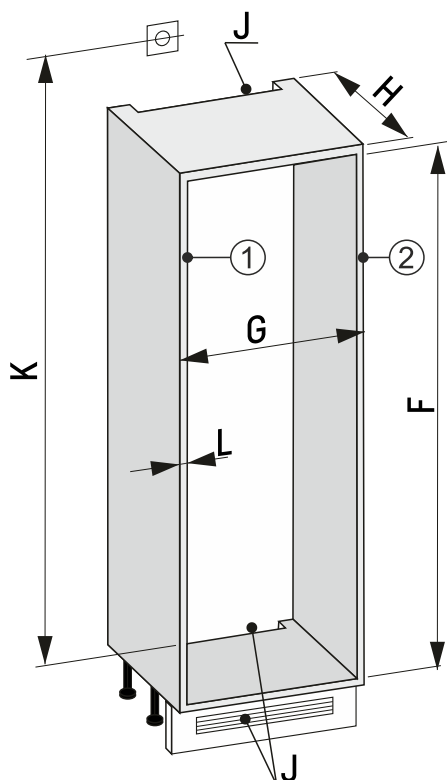

Fig. 86 30''-niša
- Izmerite debelino stene pohištv Fig. 86 (L).